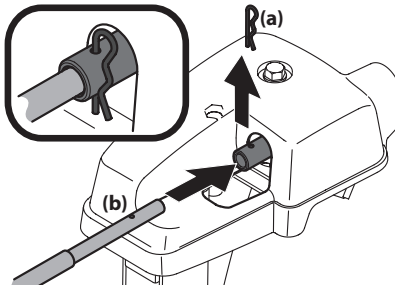

Figura 2-33
4. Retire el sujetador de horquilla (a) de la parte posterior del conjunto del control del canal. Consulte Figura 2-33.
5. Inserte el eje flexible (b) que se extrajo de la manija inferior durante el Montaje de la manija, en la parte posterior del cabezal de control direccional del canal. Consulte Figura 2-33. Secure flex shaft to chute control head with hairpin clip (a) removed in Step 4.